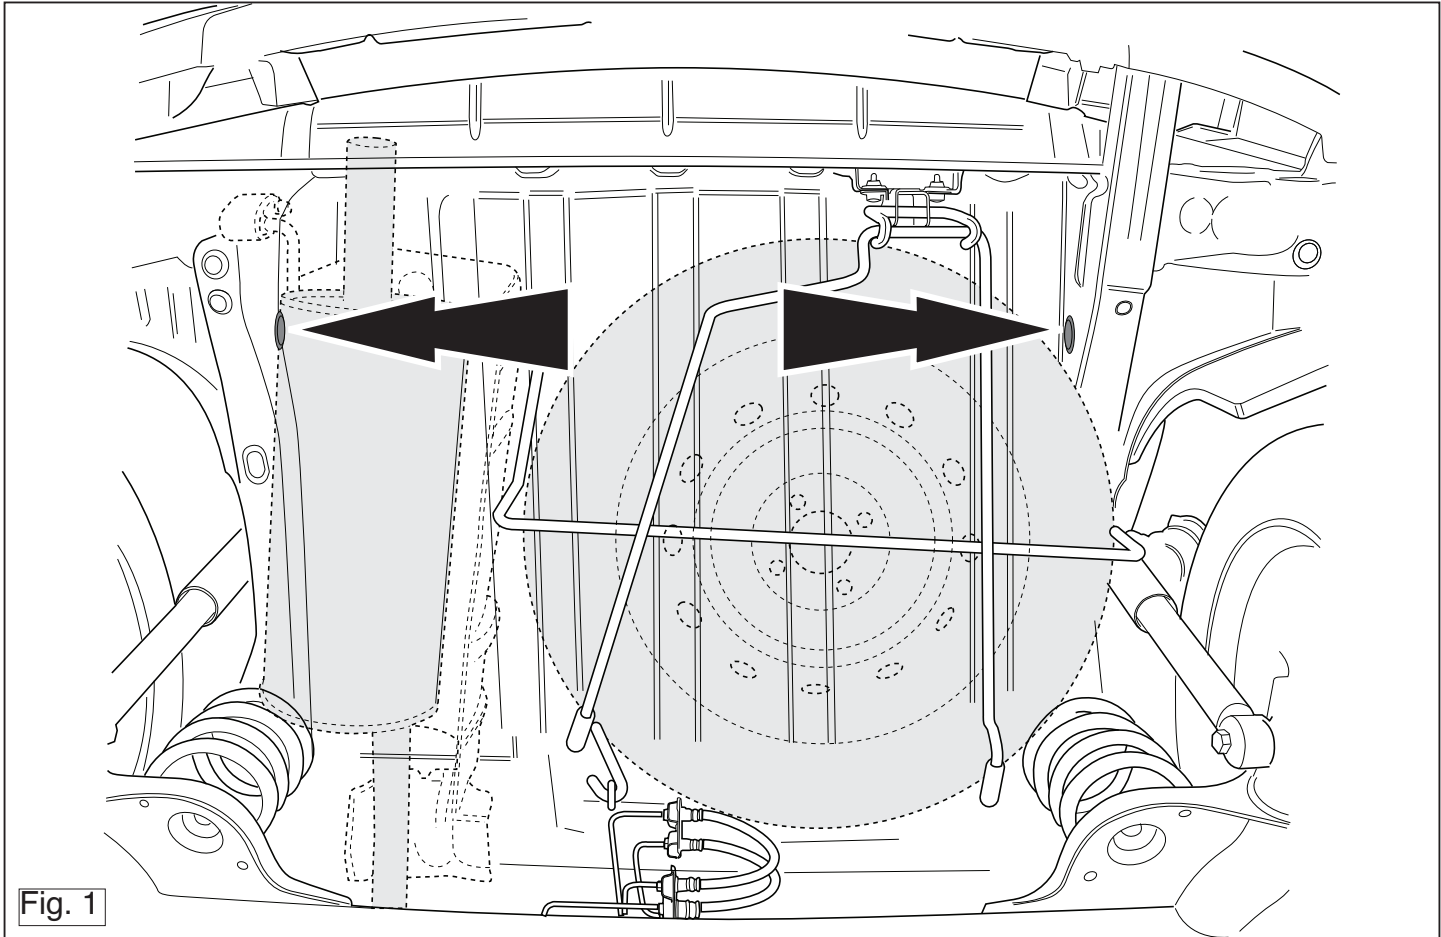

Fig. 1
4. Удалить резиновые пробки в указанных точках (см. рис. 1).